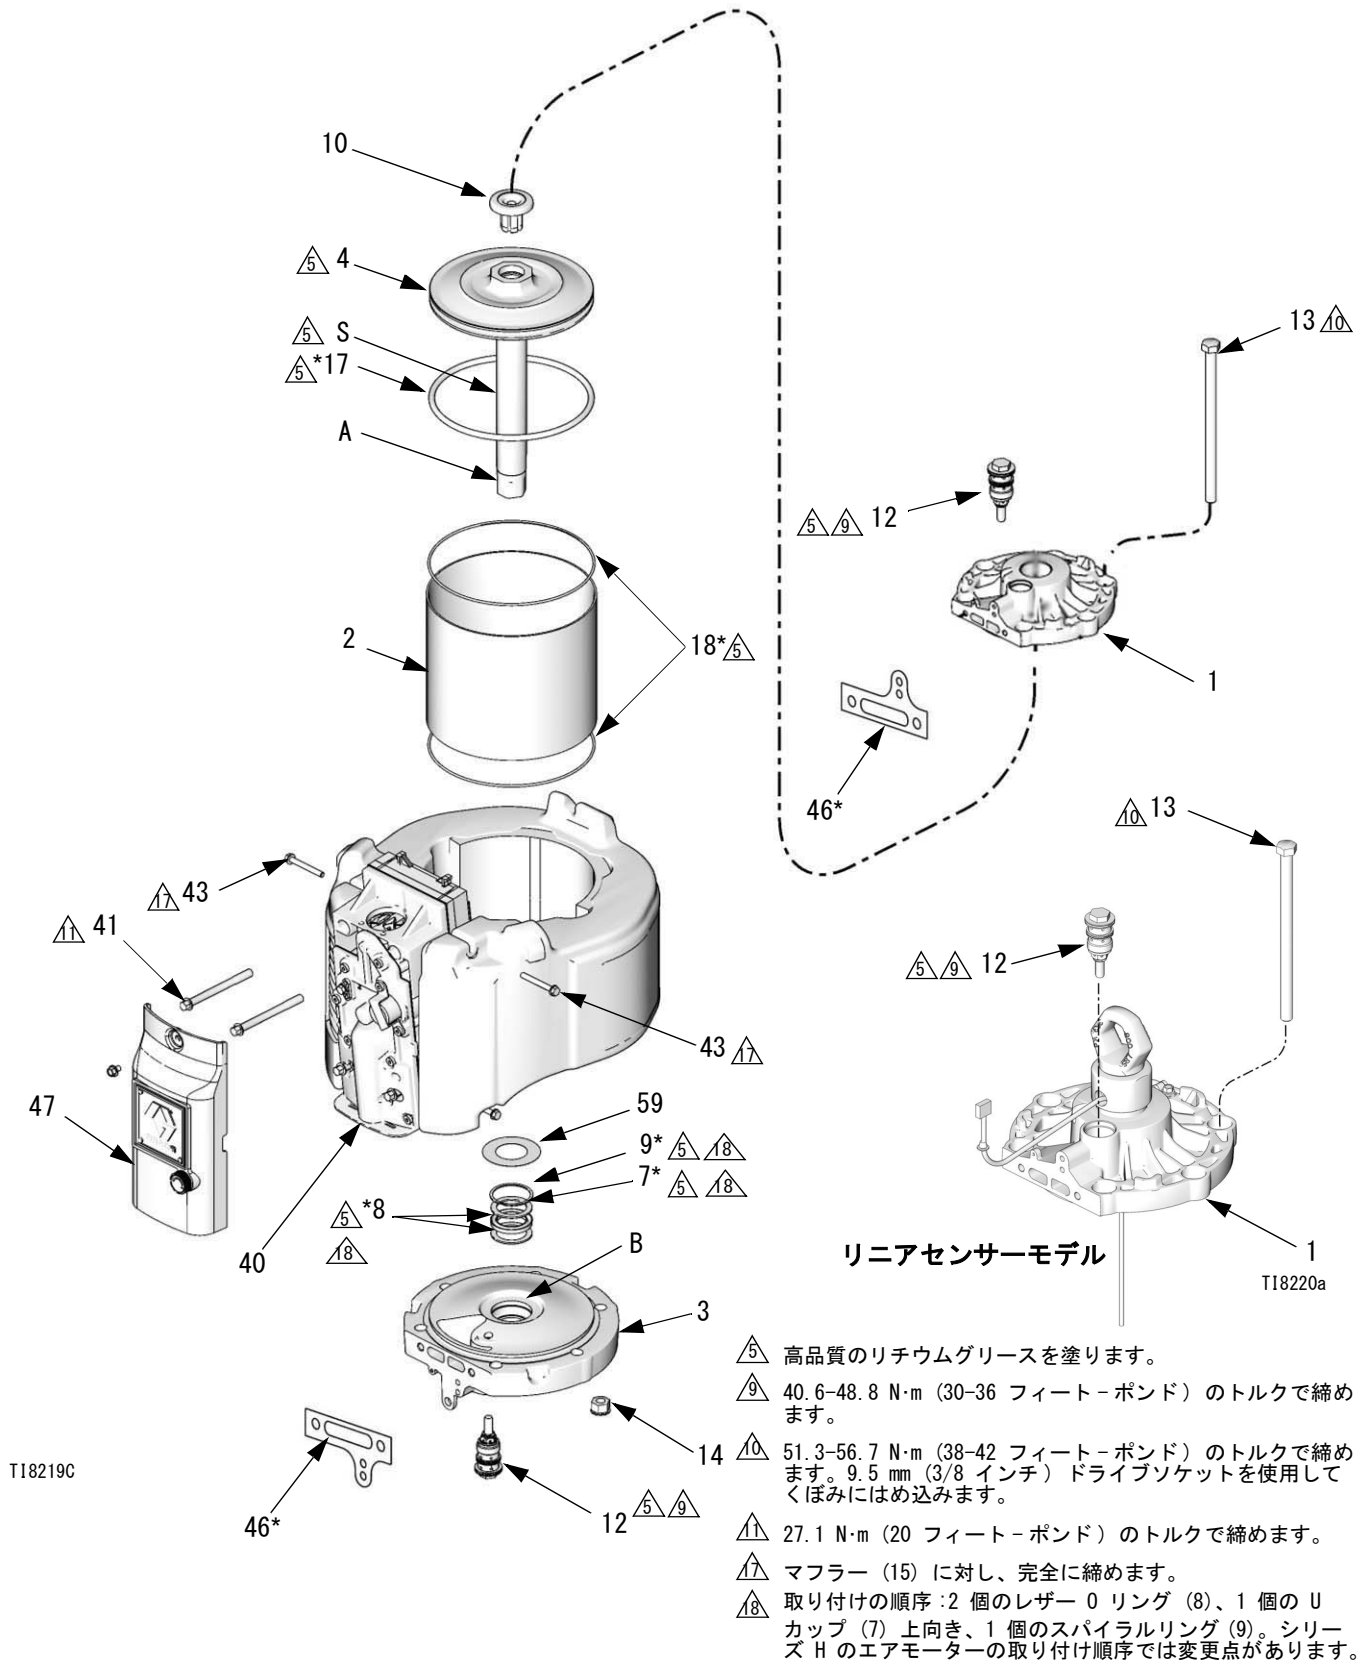

図 12. エアモーターの修理
5. 外側バルブカバー (47) を外します。図 12 を参照してください。
6. 4 個のネジ (43) とマフラー (15) を取り外します。
7. 上部の 2 個のエアバルブネジ (41) を取り外します。下部の 2 個のネジ (41) は緩めませんが、取り外さないでください。分解を容易にするために、エアバルブ (40) を傾けてください。
8. タイポルト (13) を取り外します。ゴムハンマーで上のキャップ (1) の下側を叩いて離します。上部のキャップをモーターから持ち上げます。
9. エアモーターの接続を下部から外します (別冊のポンプ取扱説明書を参照)。ピストンシャフトアダプタ (A) をシャフト (S) に付けた状態に残します。
10. ピストンアセンブリ (4) をシリンダ (2) 上部から押し出します。
11. ピストン O リング (17) を点検します。ピストン (4) とピストンシャフト (S) に傷や損傷がないか調べます。交換用ピストン (4) にはピストン、シャフト (S)、アダプタ (A)、およびバンパー (10) が含まれます。
12. シリンダ (2) を取り外します。内表面に傷やその他の損傷がないか点検します。損傷がある場合は交換してください。
13. バンパー (59)、保持リング (9)、バックアップパッキング (8)、V パッキング (7) を底部カバー (3) から外します。これらの部品に摩耗、損傷がないかどうかを点検します。ベアリング (B) を点検します (多少の傷は許容可能)。ベアリングが損傷している場合は、底部カバー (3) を交換してください。
1. 図 12 を参照してください。リップを上向きに、2 個のバックアップパッキング (8*)、次に V パッキング (7*) を取り付けます。保持リング (9*) を底面のカバー (3) に取り付けます。パッキングを潤滑します。バンパー (59) を取り付けます。